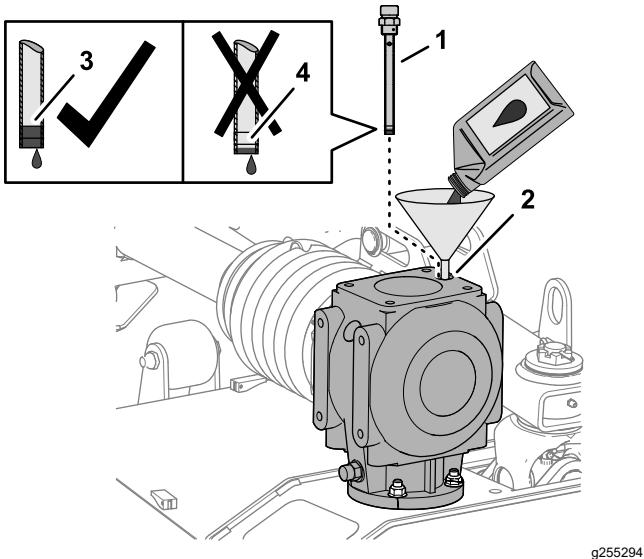

Figure 63
1. Versez 1,06 L (36 oz liq.) du lubrifiant pour engrenages spécifié dans le boîtier d'engrenages par l'orifice de la jauge (Figure 63).
- Vissez la jauge dans l'orifice, ressortez-la et vérifiez le niveau de lubrifiant (Figure 63).
- Revissez et serrez la jauge dans l'orifice de remplissage (Figure 63).